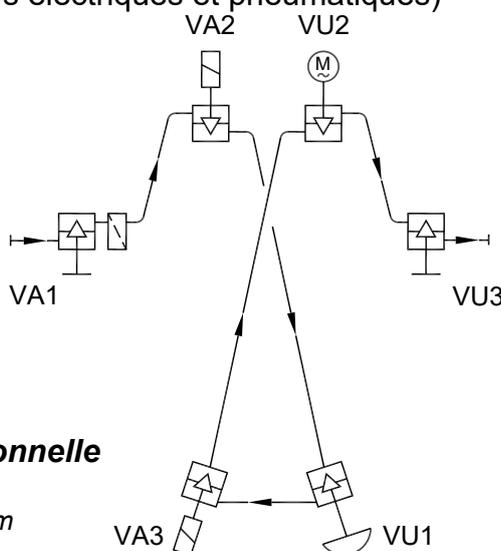

Fig. 4: configuration 185
3. Assurez-vous que les éléments de commande et les pilotes de vanne sont montés sur les connexions VA ou VU correctes, conformément à la Fig. 4 (ci-dessous).